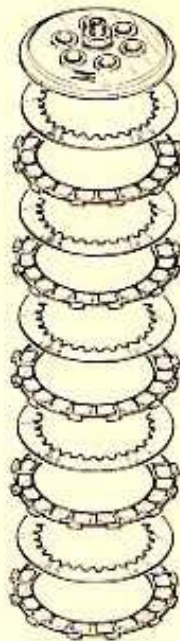

FIG. 45 Gruppo frizione
20) Montare il gruppo dischi frizione seguendo la progressione indicata in fig. 45, quindi le molle e relative viti di fissaggio bloccandole con $0,3 + 0,4$ kgm.